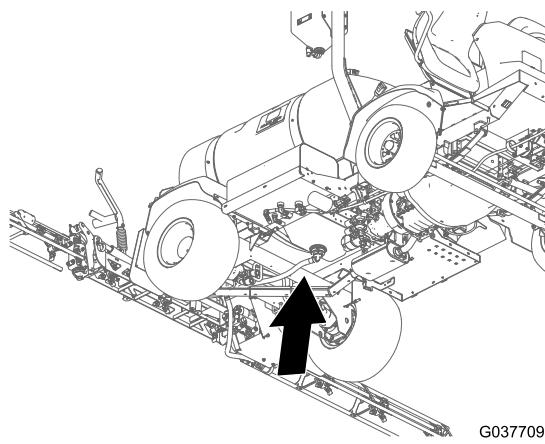
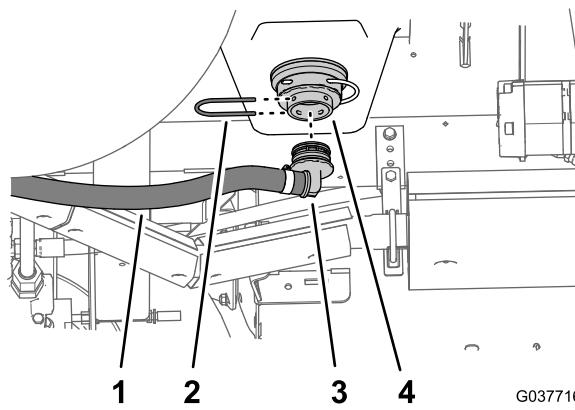

Figura 75
Figura 76
- Monte a união a 90° do tubo de drenagem (2,5 x 67 cm) com a união do adaptador na parte inferior do depósito do pulverizador (Figura 75 e Figura 76).
- Prenda a união de 90° na união do adaptador com o retentor (Figura 76) que retirou no passo 1 de Retirar os tubos de distribuição e drenagem \(página 15\).